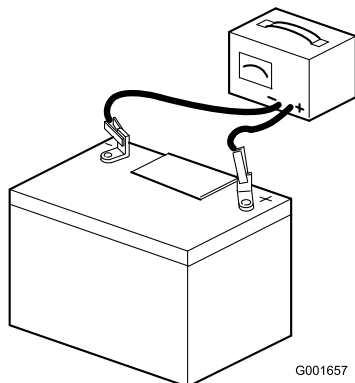

Figure 5
7. Raccordez un chargeur de 3 à 4 A aux bornes de la batterie (Figure 5). Chargez la batterie au régime de 3 à 4 ampères durant 4 à 8 heures.